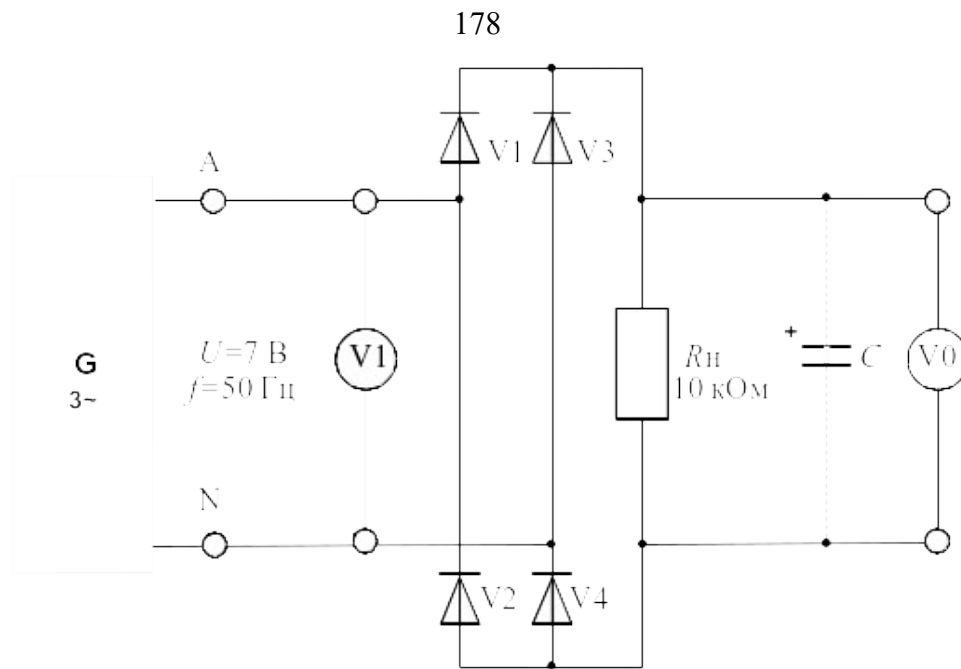
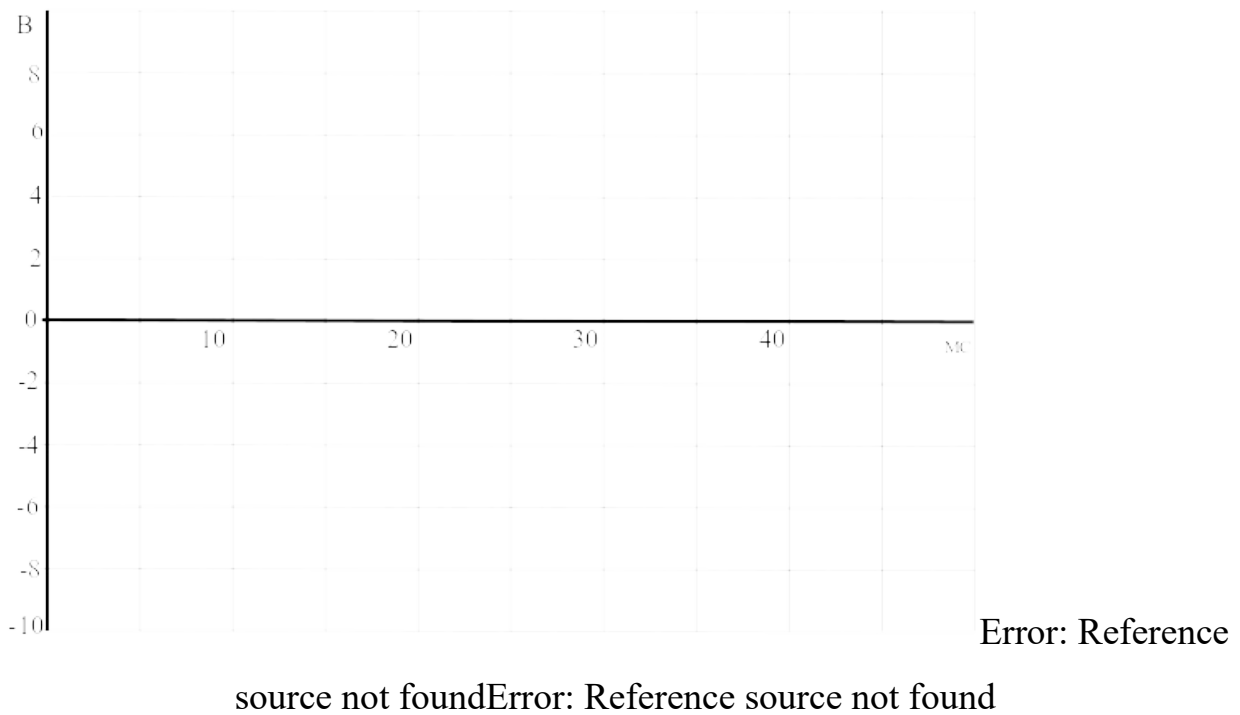

Рисунок 6 – Схема экспериментального исследования двухполупериодного мостового выпрямителя
Рисунок 7
2.1. Соберите цепь согласно схеме (рис. 6) без сглаживающего фильтра. На схеме V_0 и V_1 – входы коннектора. При сборке схемы обратите внимание на полярность электролитического конденсатора. Включите виртуальные приборы V_0 и V_1 и осциллограф. Подключите два любых входа осциллографа к каналам V_0 и V_1 . Установите развертку 5 мс/дел. Перенесите на график (рис. 7) осциллограммы входного и выходного напряжений.
2.3. Параллельно нагрузочному резистору R_H подключите сглаживающие конденсаторы C с емкостями, указанными в таблице 2, повторите измерения и дорисуйте графики выпрямленного напряжения на рис. 7.